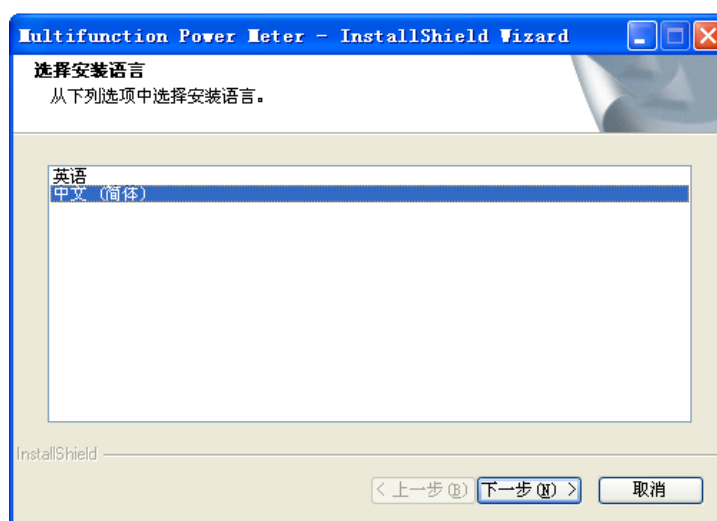

图 1
2. 安装：双击光盘中的 Setup.exe，软件自动复制文件后会出现如图 1 对话框界面，若要安装上位机软件，请选择中文简体版或英文版点击下一步按钮。